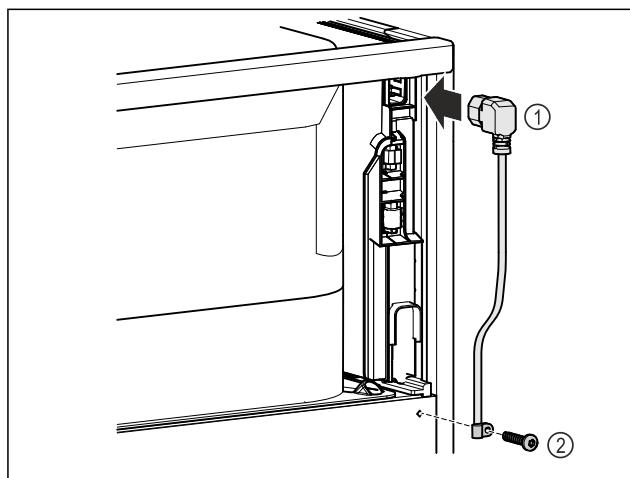

Fig. 13
- Включете буксата за свързване на уреди с ниска мощност на захранващия кабел Fig. 13 (1) от задната страна на уреда.
- Монтирайте кабелната муфа Fig. 13 (2)